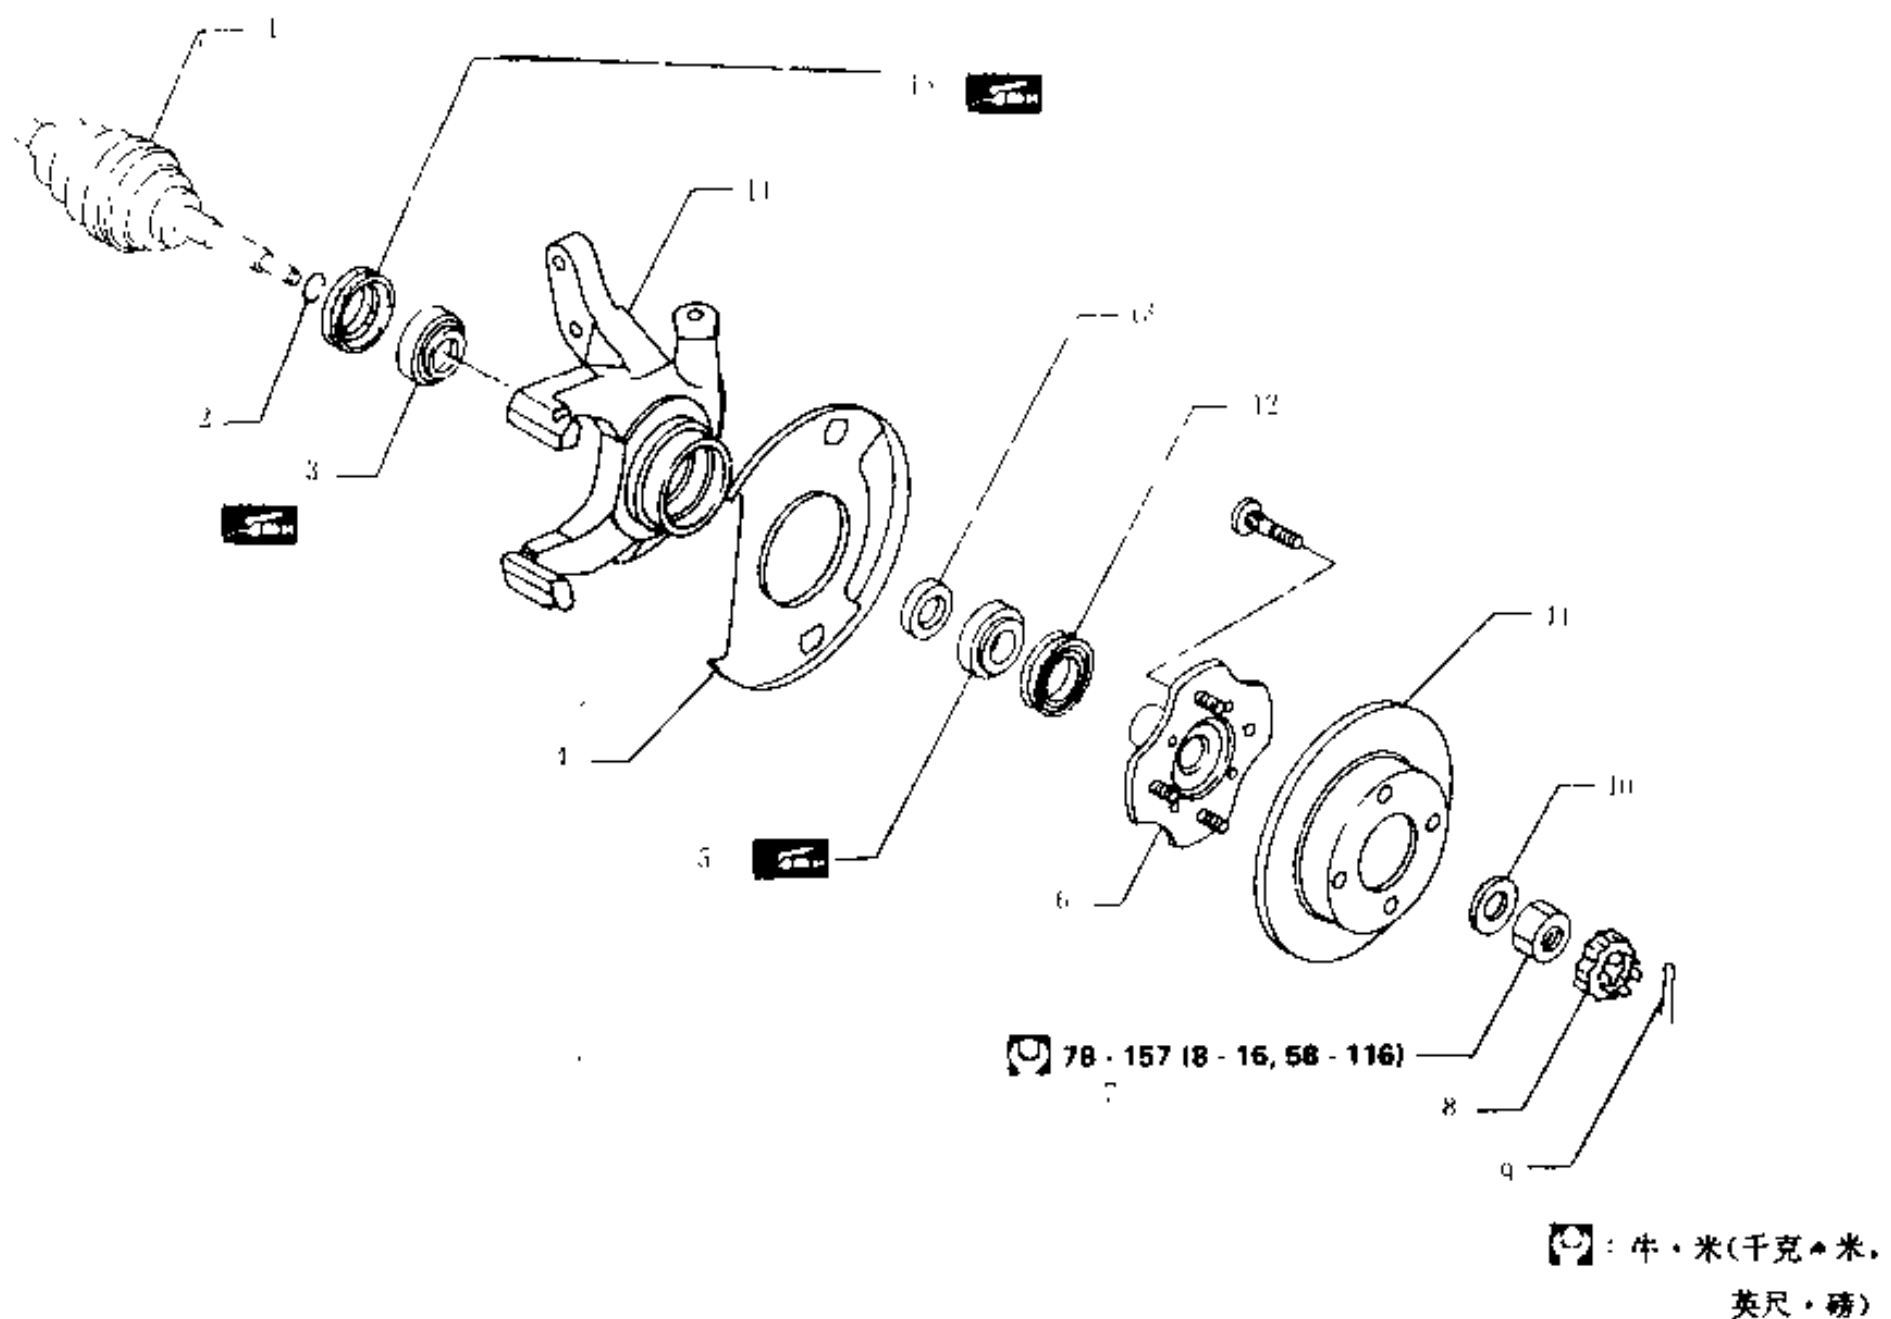

图 1—1
1. 每一节开始都有一张比较大的零件分解图,显示该系统,总成的构造和组成零件的情况,有的还可看出工作情况和工作介质的流动过程。图上标明扭紧力矩,润滑点及其他为完成维修作业所需的技术资料。以前桥——轮毂和转向节零件图作为示例,见图 1—1。